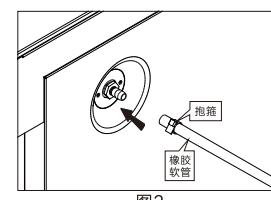

图2
**橡胶软管安装：**将橡胶软管套在进气接口上直至红线位置，并用抱箍锁紧（图2、图3）；